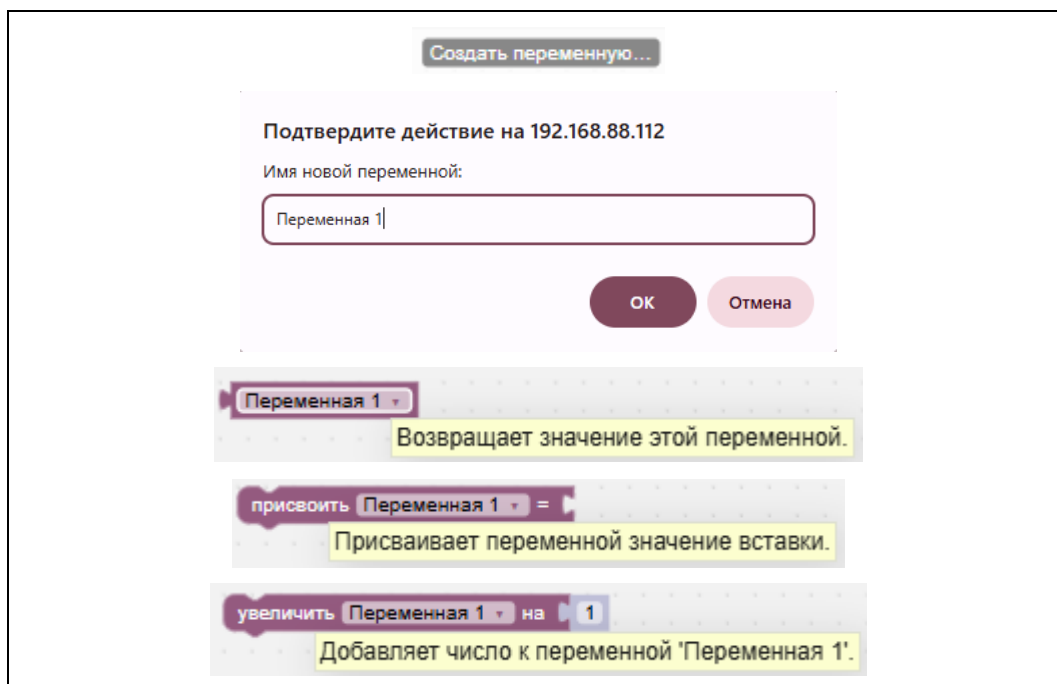

Рисунок II-22 – Блоки «Переменные»
4. Блоки «Переменные» – создание и редактирование переменных (см. Рисунок II-22).